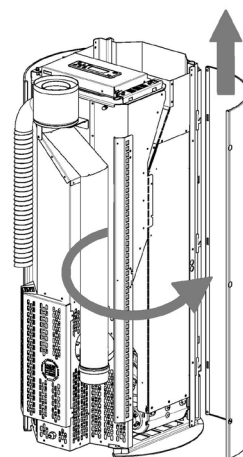

Fig. 73 - Odstranjevanje stranice
- Odprite stranico in jo snemite z zobcev (gl. **Fig. 73**).